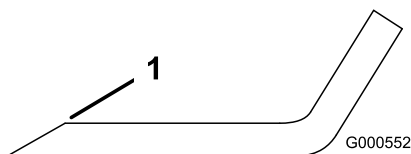
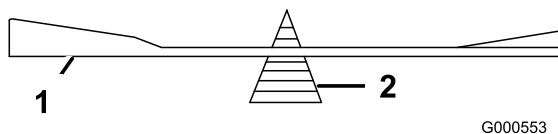

Bild 47
Bild 48
1. Schärfen Sie die Schnittkante an beiden Enden des Schnittmessers mit einer Feile (Bild 47). Behalten Sie den ursprünglichen Winkel bei. Das Schnittmesser behält seine Auswuchtung bei, wenn von beiden Schnittkanten die gleiche Materialmenge entfernt wird.
2. Überprüfen Sie die Auswuchtung des Schnittmessers auf einer Ausgleichsmaschine (Bild 48). Wenn das Schnittmesser in seiner horizontalen Position bleibt, ist es ausgewuchtet und kann wiederverwendet werden. Feilen Sie, wenn das Schnittmesser nicht ausgewuchtet ist, vom Flügelbereich des Messers etwas Metall ab (Bild 47). Wiederholen Sie diesen Vorgang, bis das Messer ausgewuchtet ist.